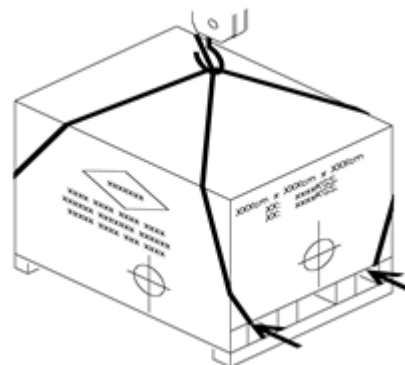

Рис. 4.1.1
- (1) Грузоподъемность крана должна превышать вес поднимаемого груза.
- (2) Подготовьте подходящие стропы.
- (3) Пожалуйста, перепроверьте стропы перед началом работ по подъему.
- (4) Разместите стропы, как показано на Рис.4.1.1.
- (5) При подъеме грузчики должны держаться в отдалении от станка, не допускать появления людей под поднимаемым грузом или в опасной близости от него.
- (6) Грузчики должны иметь соответствующую квалификацию и допуск к проведению работ.